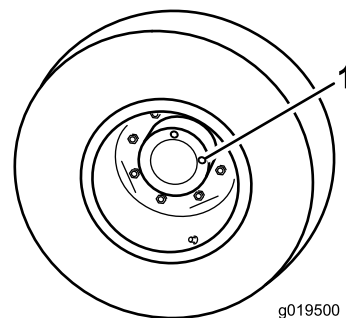

Figure 58
1. Amenez la machine sur une surface plane et horizontale, tournez la roue de sorte à placer un bouchon de contrôle à la position 12 heures et l'autre à la position 3 heures (Figure 58).
1. Bouchon de contrôle/vidange (2)
2. Retirez le bouchon qui est à la position 3 heures (Figure 58).